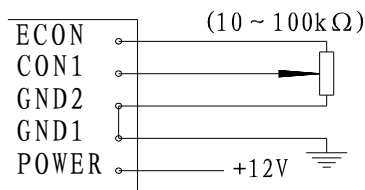

图14：手动控制的接法
②缺相保护电路检测的是模块输入端电压，而非输出端电压。当两个发光二极管同时点亮时，则表示出现缺相保护。
3、手动（电位器调节）、计算机、仪表等各种控制信号输入方法见图14~17。